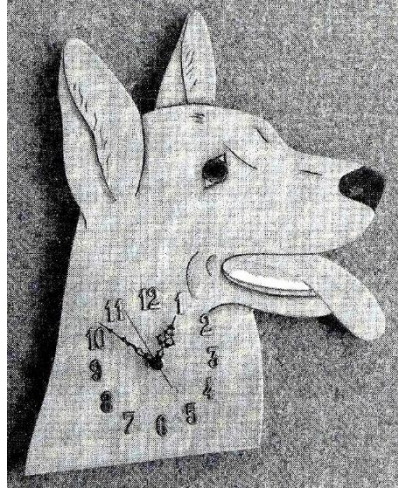

Рис. 1
**Сконструировать и изготовить основание для часов (рис.1).**
3. С помощью образца (рис. 1) и собственных идей разработать чертёж основания часов в масштабе 1 : 1.